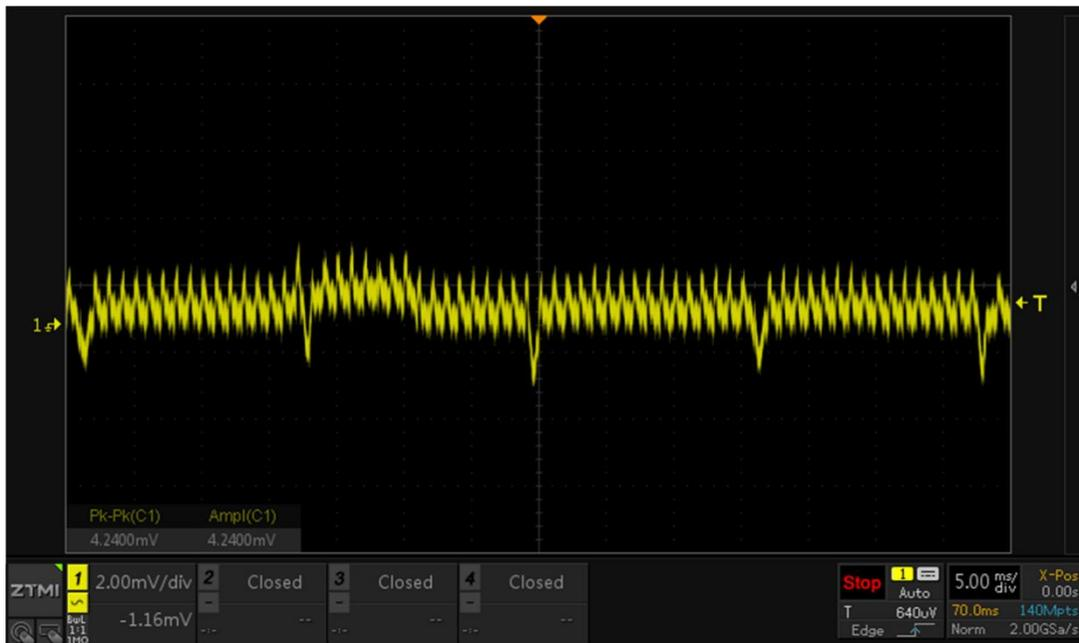

图 7 自动捕获方式
4、点击【Auto Setup】，一键捕获电源纹波，如图 7 所示。